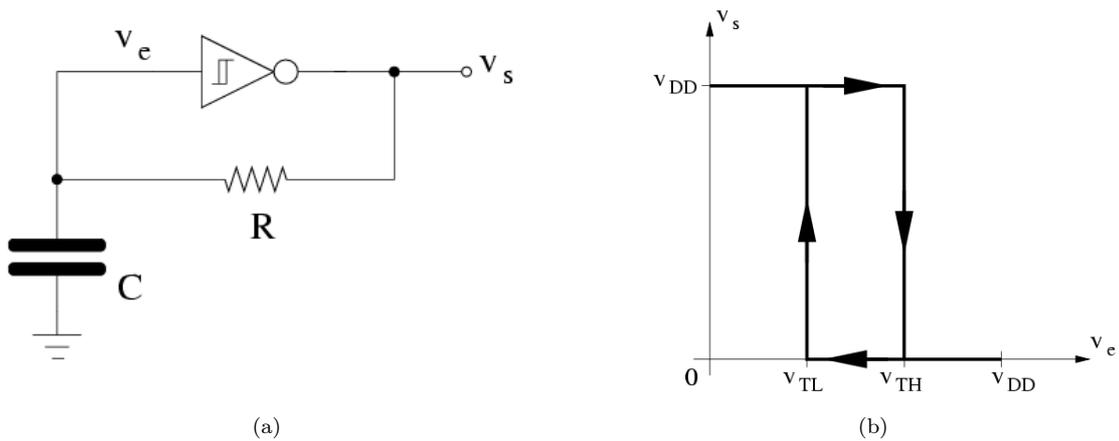

Figura 3: (a) Multivibrador astável. (b) Curva característica da porta lógica inversora com histerese.
4. Determine a fórmula da frequência de oscilação do multivibrador astável da Figura 3(a). A curva de histerese do inversor lógico é mostrada na Figura 3(b), com $v_{TL} = \frac{1}{3}v_{DD}$ e $v_{TH} = \frac{2}{3}v_{DD}$. **(pontos: 2,0)**